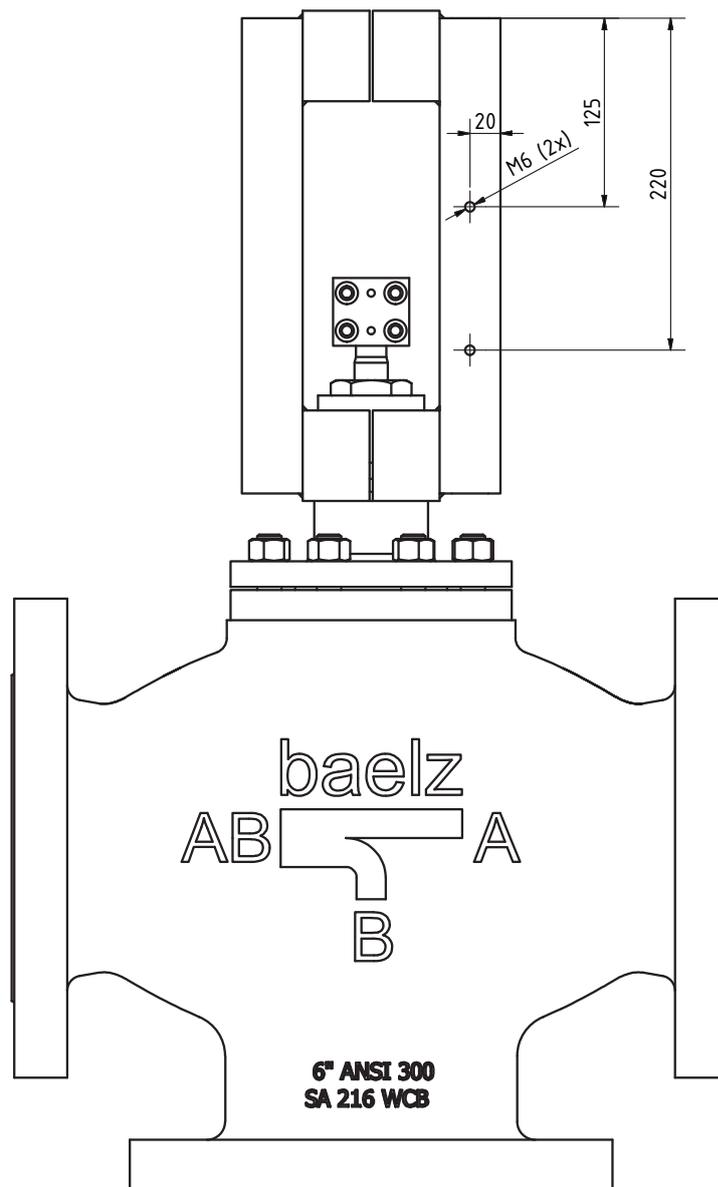

Fig. 10 : Trous de perçage pour montage sur arcade S41
Effectuer 2 taraudages M6 pour la vis à tête cylindrique M6x35 mm (pos. 3), voir fig. 10, p. 16.